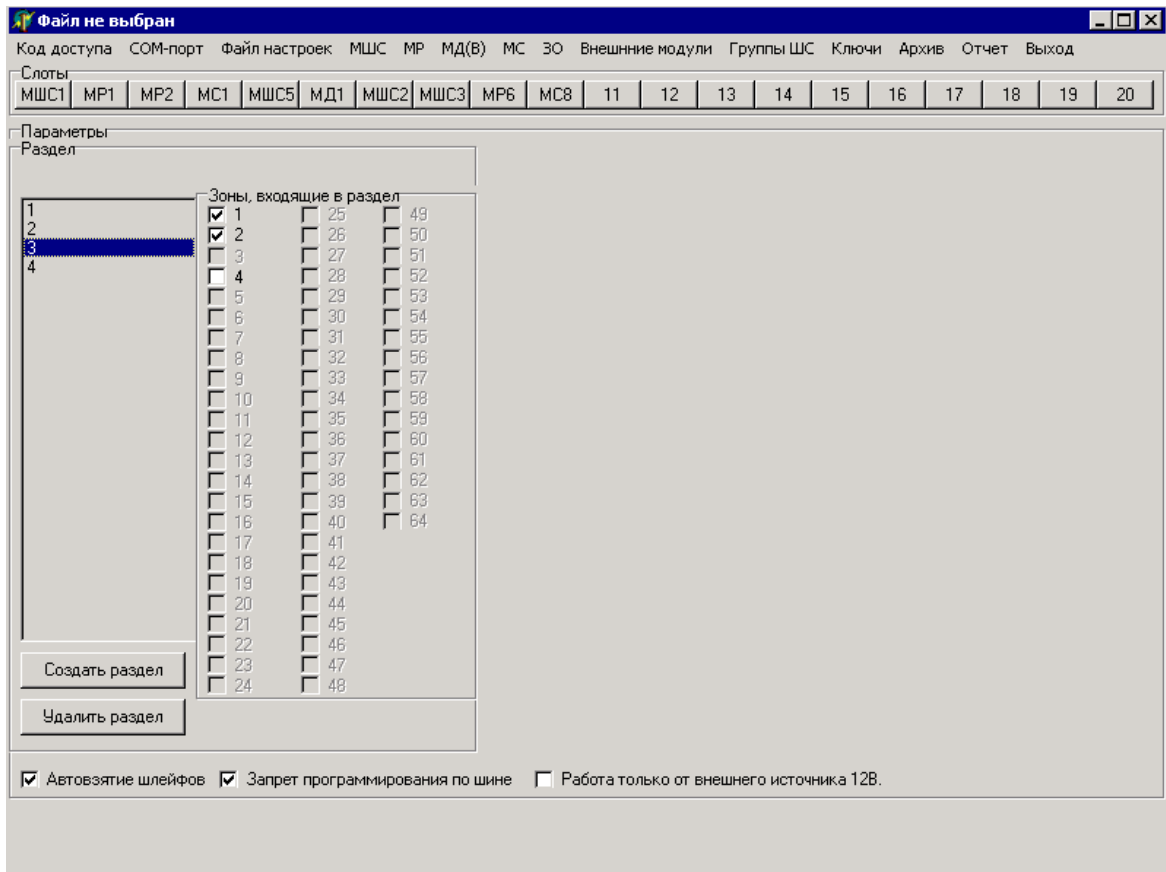
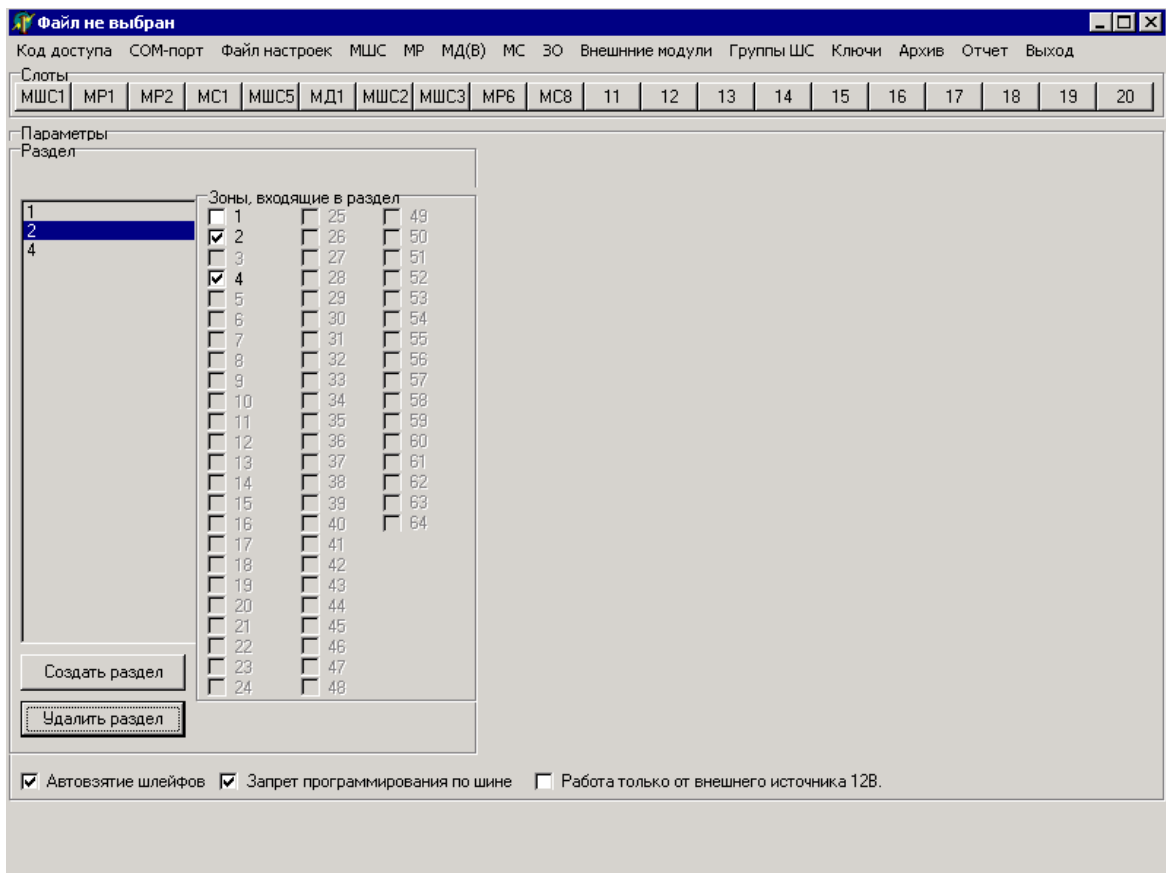

Рисунок 18
Рисунок 19
2.1.5.7 Для удаления ранее созданного раздела необходимо переключить фокус на удаляемый раздел в списке всех разделов прибора (выделить удаляемый раздел левой клавишей мыши) и нажать командную кнопку «Удалить раздел» панели «Раздел» (рисунок 18). В результате выполнения этой команды раздел с соответствующим номером будет удален (рисунок 19). Пустые разделы (разделы, в которые не вошла ни одна зона) удаляются автоматически при окончании работы с панелью «Раздел» либо при перезапуске программы.